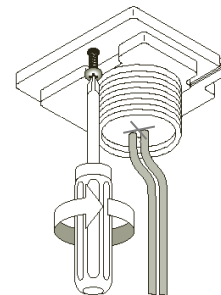

Fig.5
13. Reinstale el conector de cable rápido. (Fig. 5)